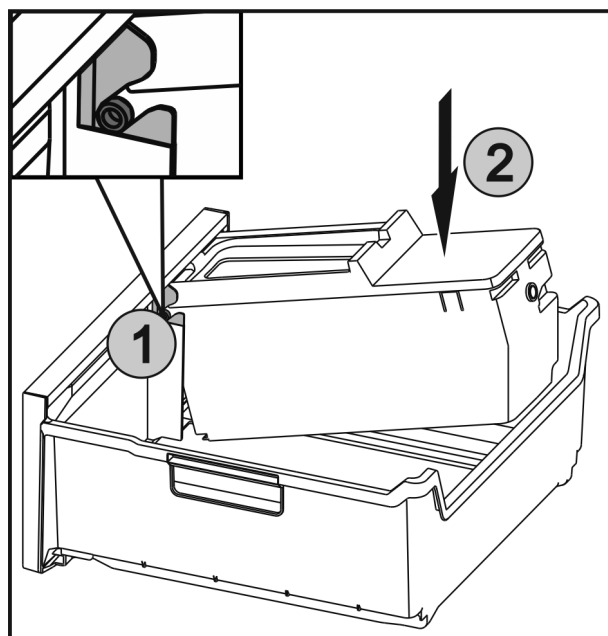

Fig. 45
- ▶ Zasuňte osy Fig. 45 (1) na EasyTwist-Ice do vedení a zatlačte zadní stranu Fig. 45 (2) tak, aby západka zaklapla.